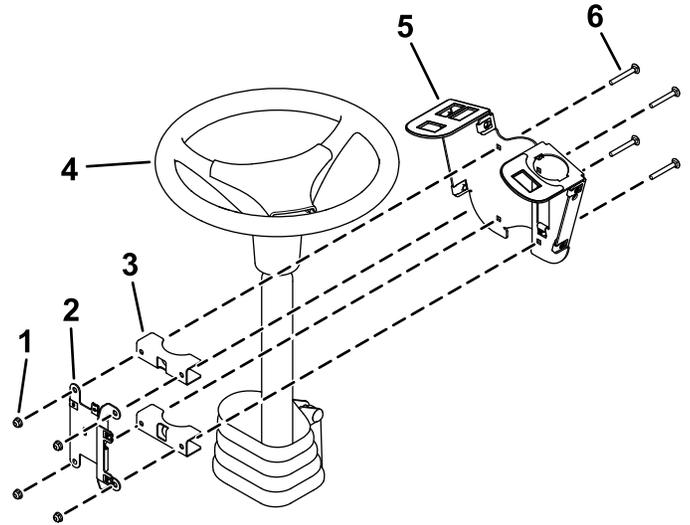

Figura 3
1. Instale, sem apertar, a montagem do interruptor em redor da coluna da direção utilizando quatro parafusos de carroçaria (¼ pol. x 2 pol.), dois suportes de montagem, placa de montagem do fusível e quatro porcas de bloqueio (¼ pol.) como se mostra na Figura 3.